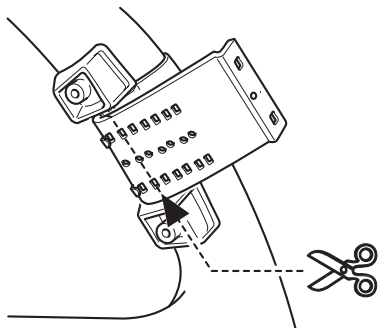

Abb. 8
2. Den überschüssigen Teil des Riemen in der Mitte des Innenhalters abschneiden. (Abb. 8)